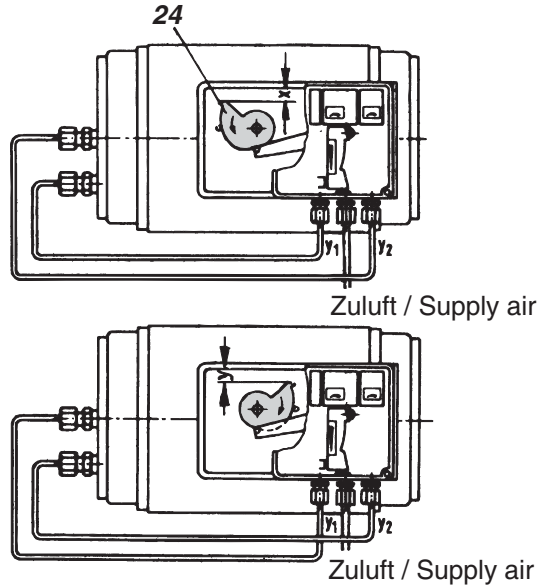

Abb.15: Schwenkantrieb mit Anbausatz für Drehbewegungen und doppelwirkendem Stellungsregler
- d) Kurvenscheibe **24** entsprechend der Drehrichtung des Antriebes montieren (siehe Abb. 14). Die lineare Kurvenscheibe wird dabei so an die Anschlusswelle geschraubt, dass das Maß x bzw. Y (Abb.15) = 2 mm beträgt, wogegen bei der gleichprozentigen Kurvenscheibe das Maß x » 17,5 mm und das Maß y » 21,5 mm betragen muss. Bei der inversen, gleichprozentigen Kurvenscheibe sind die Maße x » 18 mm und y » 23 mm. Bei Verwendung der gleichprozentigen und der inversen gleichprozentigen Kurvenscheibe ist die Messfeder FES 627/1 in den Stellungsregler einzubauen.
Stellungsreglerausgänge vertauschen (siehe Abb. 15) und Kurvenscheibe wenden.